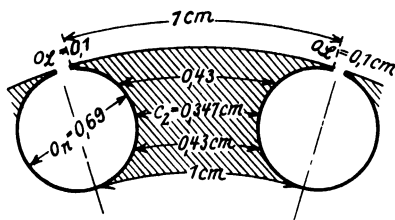

Abb. 200.
Um \mathfrak{S}_{z2} zu berechnen, zeichne man in großem Maßstabe zwei nebeneinanderliegende Läufernuten im Schnitt auf (Abb. 200), entnehme dieser Abbildung die eingezeichneten Längen (1, 0,43, 0,34, 0,43 1 cm) und berechne für die hierzu gehörenden Querschnitte \mathfrak{B}_z aus (135). Man erhält